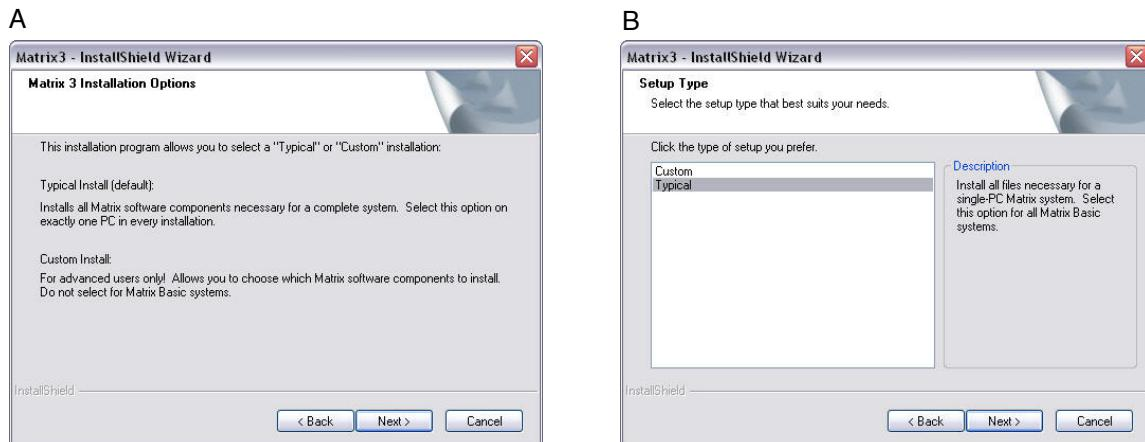

Рис. 5
5. После нажатия кнопки «NEXT» [ДАЛЕЕ] для принятия условий лицензионного соглашения появится экран (A) параметров установки (Рис. 5). В этом экране отображаются два доступных для выбора типа установки.
После нажатия кнопки «NEXT» [ДАЛЕЕ] появится экран (B) «Setup Type» [Тип установки] (Рис. 5). На этом экране можно выбрать требуемый тип установки.